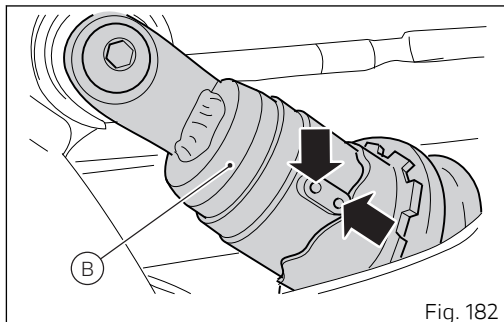

Fig. 182
El valor de la tensión cadena es válido si el amortiguador trasero (B) se encuentra en la condición de default, o sea 2 marcas desde todo precargado, como ilustra (Fig. 182).